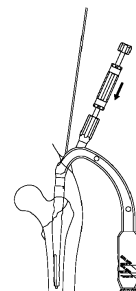

図9
- ネイルを髄腔へ挿入します。挿入が困難な場合、ターゲットデバイス用インパクトターをターゲットデバイスに接続し、スライドハンマーにて軽く叩き込みます。挿入後、ガイドワイヤーを取り外します。（図9）